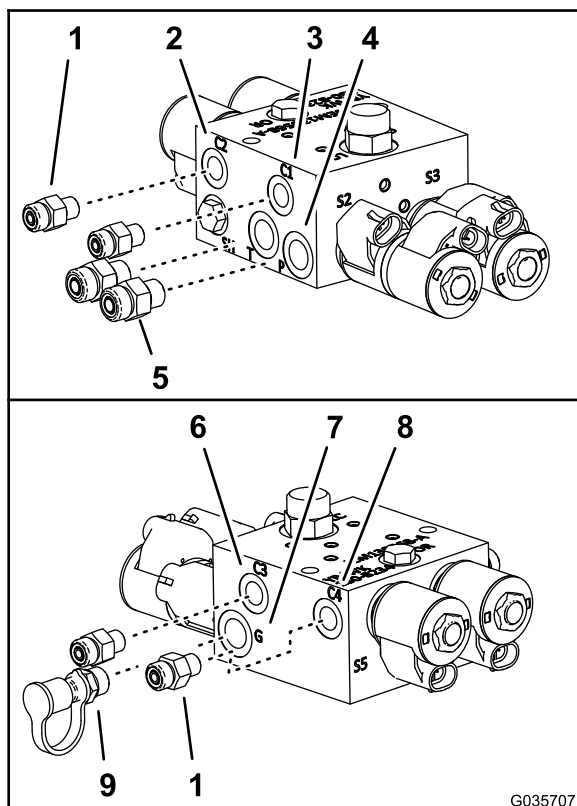

Figura 11
- En el nuevo distribuidor del cilindro de elevación, monte los acoplamientos hidráulicos rectos (Figura 11) que retiró en el paso 3 en el puerto P y en el puerto T.
- Monte los 4 acoplamientos hidráulicos rectos del kit de nivelación del brazo Ultra Sonic Boom en los puertos C1, C2, C3 y C4 del nuevo distribuidor del cilindro de elevación (Figura 11).
- Monte el acoplamiento de diagnóstico y el tapón que retiró en el paso 4 en el puerto G del nuevo distribuidor del cilindro de elevación (Figura 11).